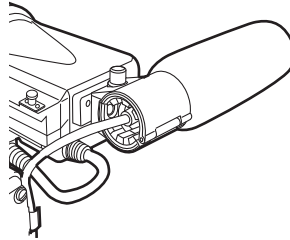

Fig. 2
- 2** Fixez le microphone et serrez la vis de serrage. (Fig. 2)